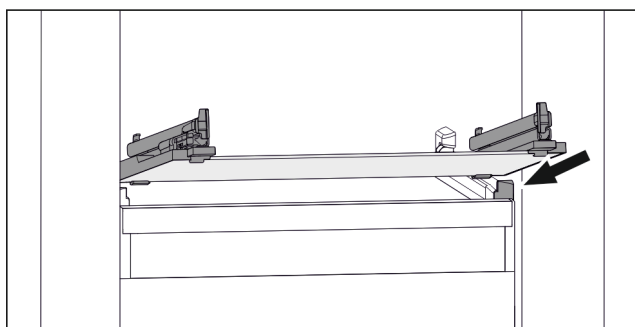

Fig. 46 Beispielhafte Darstellung der Glasplatte
- ▶ Glasplatte schräg hinter den Stopperrn aufsetzen. (zie Fig. 46)